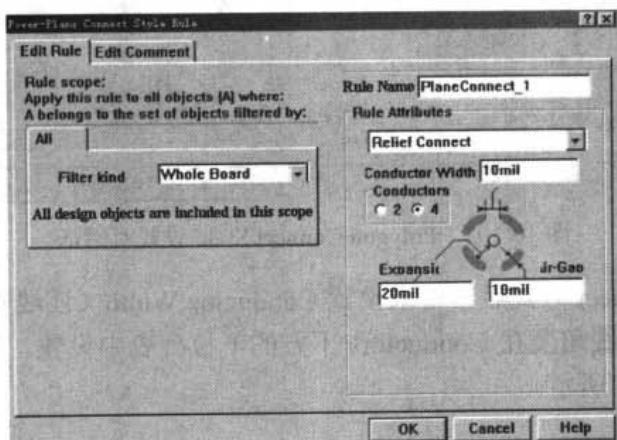
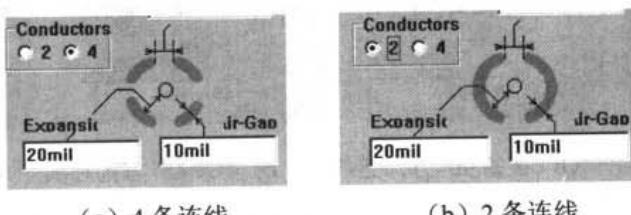

图 10-106 Power Plane Connect Style 设置对话框
图 10-107 Power Plane Connect Style 的两种 Reliefe Connect 连线方式
- Power Plane Connect Style: 该规则用于设置元件引脚和电源层之间的连线方式。其设置对话框，即如图 10-106 所示。在 Rule Attributes 栏上方的下拉列表中可以设置连线方式，包括 Direct Connect（直接连线）、Relief Connect（散热式连线）和 No Connect（无连线）3 种方式。当选中 Relief Connect 方式后，要求设置 Conductor Width（连线宽度）、Conductors（连线数）、Expansion（扩展距离）和 Air-Gap（空隙大小）。各种 Relief Connect 连线方式，如图 10-107 所示。